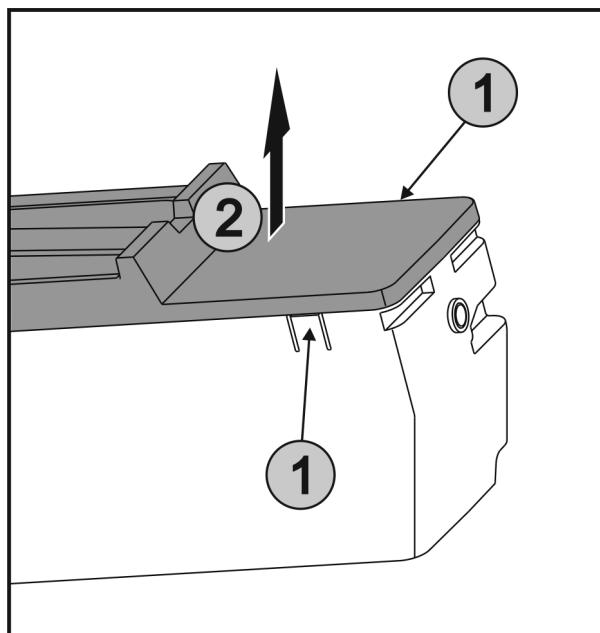

Fig. 81
- Istočasno pritisnite spone Fig. 81 (1) na obeh straneh EasyTwist-Ice in dvignite pokrov Fig. 81 (2) v smeri navzgor.